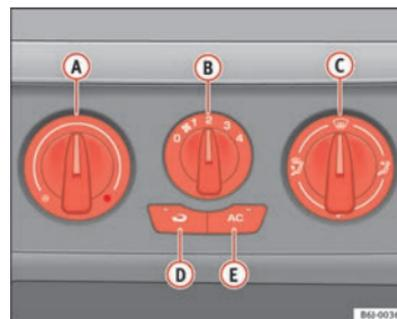

Fig. 90 Comandos do Ar Condicionado no painel de instrumentos
- Com os reguladores ⇒ fig. 90 **A** e **C** e com o comando **B** é ajustada a temperatura, a distribuição do ar e a velocidade do ventilador.
- Fechar os difusores ③.
- Abra e oriente os difusores ④ em direcção às janelas.